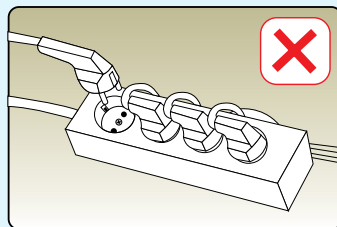

Abb. 8
- Stecken Sie den Stecker nicht in eine Mehrfachsteckdose, verwenden Sie kein Verlängerungskabel. (Abb. 8)